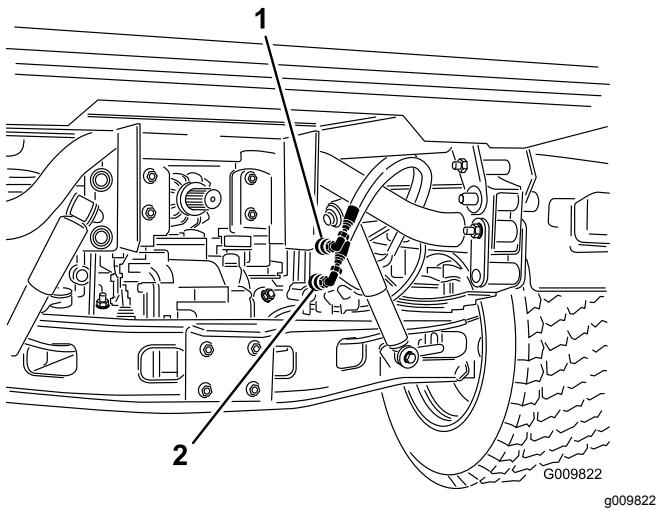

Figura 16
2. Sui veicoli con numeri di serie a partire da 240000001, staccate i due flessibili dei cilindri di sollevamento dai flessibili fissati alla staffa di accoppiamento (Figura 16). Inserite i tappi negli attacchi rapidi dei flessibili dei cilindri.